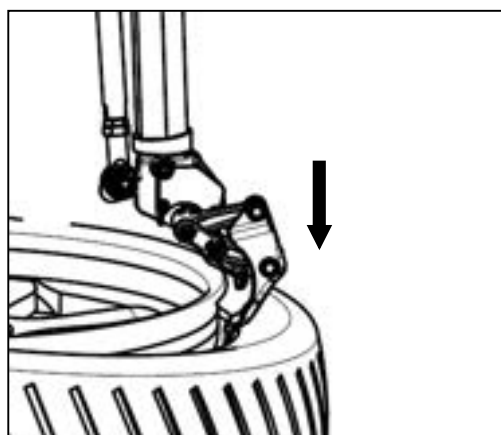

図 29
- 取外しフックの制御バルブ(図 3-22)を引き下げて、取外しフックがビードの内側に入るようにします。取外しフックが下げた時にビードの内側に入らない場合は、回転ペダルを踏み下げてターンテーブルを少し回転させ、取外しフックを図 29 のようにビードの内側に挿入します。ビードが硬い場合は、サポートアームのプレスプレートを使用してビードを押し下げ、フックがビードの内側にスムーズに挿入できるようにします。